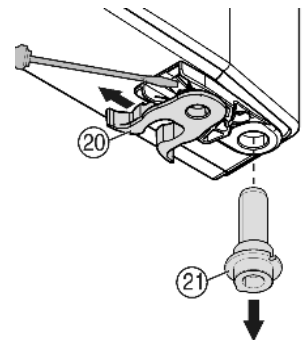

Fig. 9
- ▶ Veerklem *Fig. 9 (20)* verplaatsen: Sluitnok omlaag drukken, veerklem eroverheen en eraf trekken.
- ▶ Lagerbout *Fig. 9 (21)* uit de deurbus nemen en samen met het plaatje aan de tegenoverliggende kant aanbrengen. De sluitnok moet naar de binnenkant van de deur wijzen, de kerf naar de buitenkant.
- ▶ Deur aan de onderkant vastzetten en de lagerbout *Fig. 9 (21)* in de lagerbus aanbrengen. Evt. de lagerbout draaien om deze te laten vastklikken.